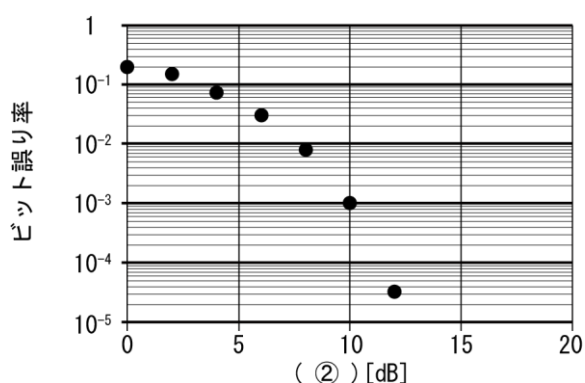
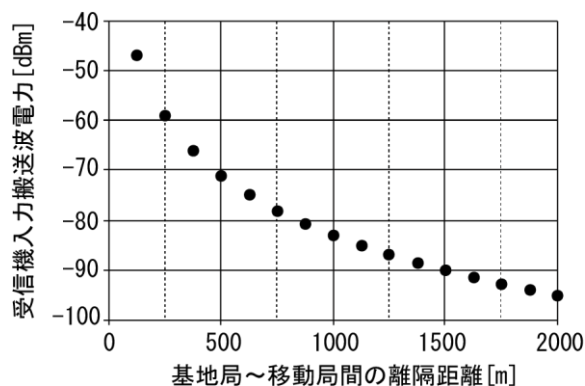

図1
図2
- (1) デジタル無線の伝送品質は、受信機に入力される搬送波の電力と、(①)の電力や干渉波の電力との比によって変化する。このうち、受信機に入力される搬送波の電力と、(①)の電力の比を(②)という。
- (2) あるデジタル無線機について、(②)とビット誤り率の関係を室内実験で測定したところ、図1のような結果が得られた。図1より、このデジタル無線機を使って 10^{-3} 以下のビット誤り率で伝送を行うためには、(②)を(③) [dB]以上にすることがわかる。
- (3) ある線区において、沿線に置いた基地局から試験用の搬送波を送信し、移動局の位置を変えながら移動局の無線機に入力される搬送波電力と(①)電力を測定したところ、搬送波電力は図2のような結果となり、(①)電力は最大で -100 [dBm]であった。この線区で、図1の特性を持つデジタル無線機を使って 10^{-3} のビット誤り率で伝送を行うためには、(2)での計算結果より、受信機に入力すべき搬送波電力は(④) [dBm]以上必要であり、基地局～移動局間の最大離隔距離は(⑤) [m]であることがわかる。